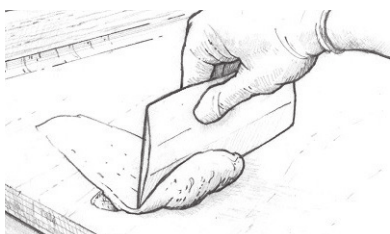

Figure 22 Appliquer le composant de profilage pour combler les vides et lisser la forme.
4. Remuez le mélange d'époxyde épaissi à l'aide d'un épandeur en plastique, en allant dans les vides et les affaissements. Lissez le mélange pour obtenir la forme souhaitée, en laissant le mélange à peine plus haut que la zone environnante (Figure 22). Retirez tout excès d'époxyde épaissi avant qu'il durcisse. Si le vide que vous comblez est plus profond que 1/2", appliquer le mélange en plusieurs applications et utilisez 206 Slow Hardener® ou 209 Extra Slow Hardener™, selon la température ambiante.